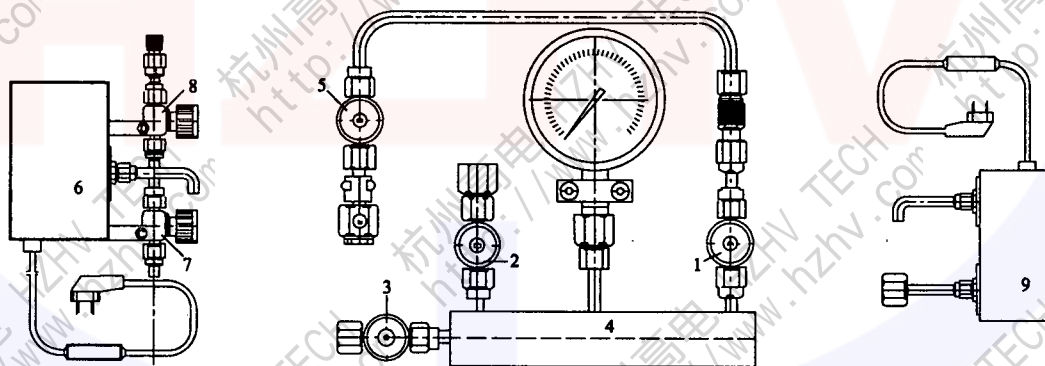

图 1 采样装置示意图
采样装置由采样容器、真空泵、隔膜泵和连接系统组成，见图 1。
- 按图 1 将取样装置阀 5 用接头、管道和设备连接，阀 2 与取样容器连接。
- 按图 1 将取样装置阀 5 用接头、管道和设备连接，将真空泵 9 与阀 3 连接，取样容器与阀 2 连接。
- 按图 1 把隔膜泵 6 用管道和取样装置、设备充放气阀连接起来，阀 7 与阀 5 连接，阀 8 与设备充放气阀连接，阀 2 与取样容器连接。
- a) 按图 1 把隔膜泵 6 用管道和取样装置、设备充放气阀连接起来, 阀 7 与阀 5 连接, 阀 8 与设备充放气阀连接。将真空泵 9 与阀 3 连接, 取样容器与阀 2 连接。